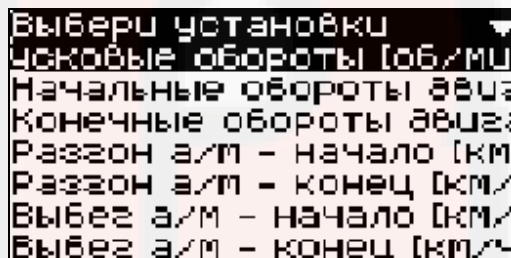

Рис. 26 Окно УСТАНОВКИ
4.4.5.1 Перед проведением тестов необходимо произвести установку требуемых значений параметров. Для этого выберите пункт меню **УСТАНОВКИ**. На дисплее появится окно УСТАНОВКИ (рис. 26).